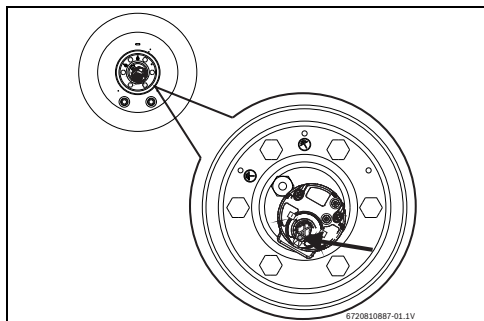

Fig. 17 Tastă de deparazitare
- ▶ Apăsăți complet tasta de deparazitare (Fig. 17).